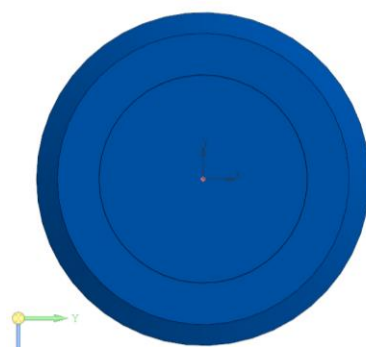

Рис. 4 Создание эскиза на торцевой поверхности цилиндра диаметром 20 мм
- **Инструменты эскиза – Геометрия – Проецировать объект – Точка.** Параметры команды Точка: начало координат (0; 0) (рис. 4).